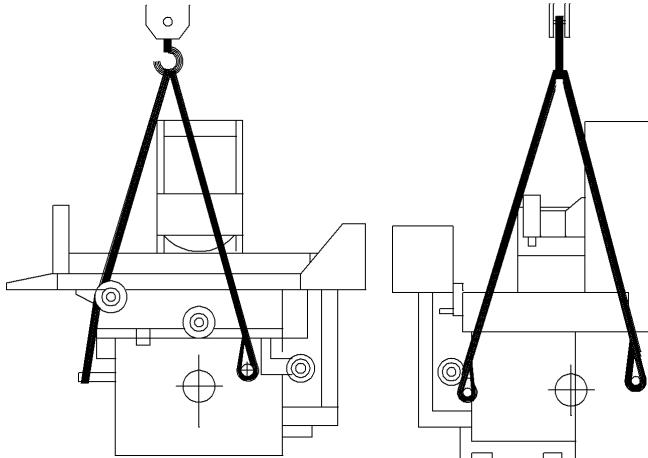

Рис.4.1.2
- (2) Грузоподъемность крана должна превышать вес перемещаемого груза.
- (3) Подготовьте подходящие стропы.
- (4) Пожалуйста, перепроверьте стропы перед началом работ по перемещению.
(5) Проверьте положение строп как на Рис.4.1.2 снова, чтобы не позволить им повредить части станка.